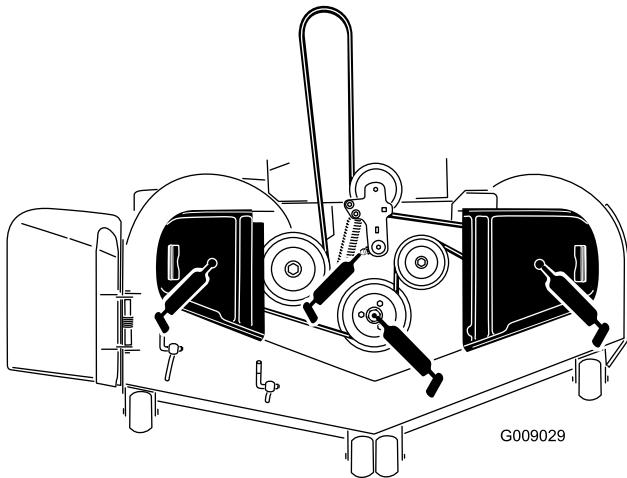

Figure 41
- Graissez le pivot de la poulie de tension du tablier de coupe jusqu'à ce que la graisse ressorte par le bas (Figure 41).
- Lubrifiez les roulements des trois axes jusqu'à ce que la graisse sorte par les joints inférieurs (Figure 41).